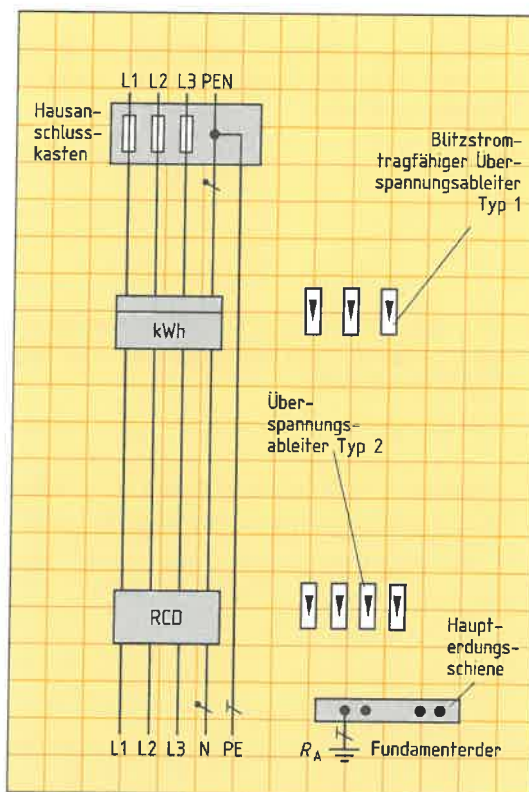

Bild 2: Überspannungsschutz in einer Anlage im TN-System
11. Tragen Sie in Bild 2 (Anlage im TN-System) die fehlenden Verbindungen ein und stellen Sie die Verbindungen zur Haupterdungsschiene (Schutzpotenzialausgleichsleiter) her.